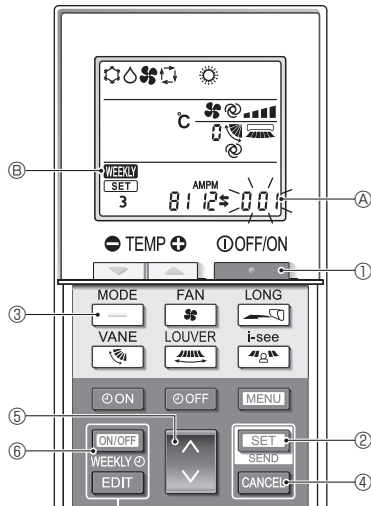

Fig. 6-7
- Pulse el botón **MENU** ②.
6.8.8. Cómo desactivar el funcionamiento en modo Auto (Fig. 6-7)
1. Pulse el botón **TEMP** ① para detener el acondicionador de aire.
- Si el temporizador semanal está activado, pulse el botón **ON/OFF WEEKLY** ⑤ para desactivarlo. (**WEEKLY** ⑤ desaparece).
2. Pulse el botón **SET** ② durante 5 segundos.
- El equipo entra en el modo de ajuste de funciones. (El número de ajuste del modelo de grupo ③ parpadea).
3. Pulse el botón **↓** ④.
4. Completar los ajustes (Fig. 6-7)
- Pulse el botón **SET** ② durante 5 segundos.